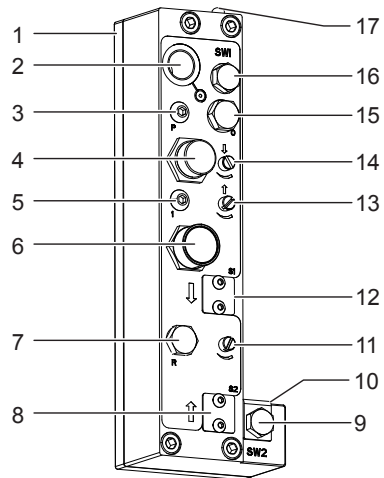

Figura 3
- Ajuste la separación entre los orificios (1) y (2) deslizando (3), de manera que igualen la profundidad de taladrado requerida MÁS la distancia de la broca sobre la pieza.
- Inmovilice en su posición con (4) al par de apriete recomendado.
- Coloque la HCU en (3).
- Ajuste la separación entre (6) y (7) a la distancia requerida sobre la pieza.
- Desenrosque (8) de la HCU para ajustar al mínimo la resistencia dentro de la HCU.
- Abra por completo (13), en la Figura 3.
- Cierre (11), en la Figura 3.
- Conecte el suministro de aire y pulse (6), en la Figura 3.
- Ajuste (11/13), en la Figura 3, para lograr la alimentación de avance y retroceso requerida para la operación.
- Efectúe una serie de perforaciones de prueba para determinar el avance ideal y los ajustes de HCU usando (11), en la Figura 3.